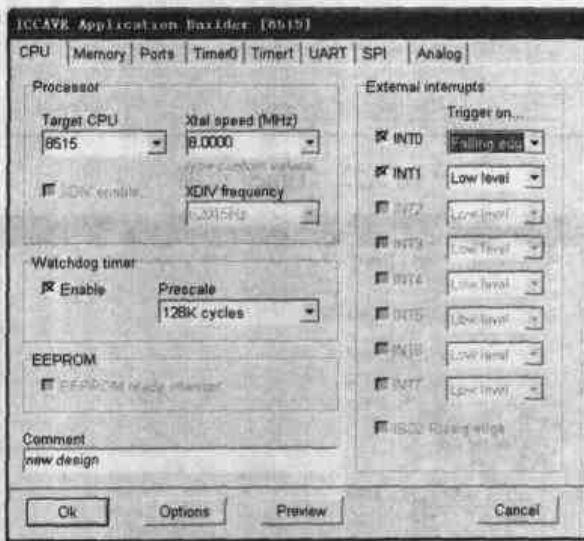

图 3.29 CPU 选项
CPU 选项：如图 3.29 所示，可以设定芯片的种类、频率、是否使用看门狗及设定看门狗的预定比例、以及设定是否使用 INT0 和 INT1，设定 INT0 和 INT1 的触发方式。
1. CPU 选项：“Target CPU”为 8515，“Xtal speed(MHz)”为 8.0000，在“Watchdog timer”中选中“Enable”前的复选框，“Prescale”为 128K cyclus。“INT0”选择 Falling edge，“INT1”选择 low level，如图 3.29 所示。